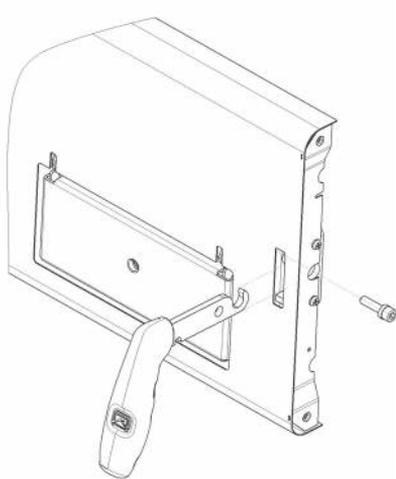

Рисунок 8.3
3. Разместить ручку и закрепить (Рисунок 8.3). В момент установки одно из фторопластовых колец во время установки рекомендуется разместить на резьбовой бо-бышке, а второе на фиксирующем винте.